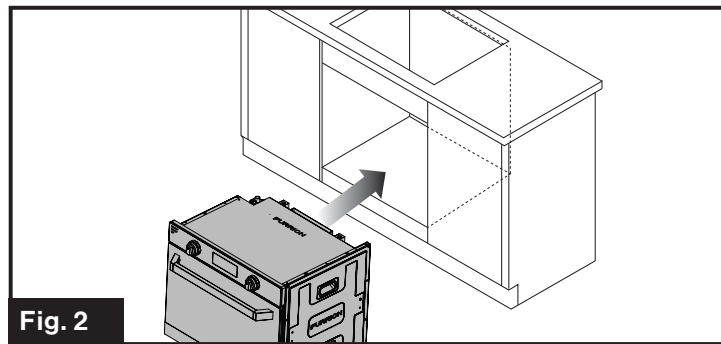

Fig. 2
1. Retirez le four de son emballage et glissez-le dans l'ouverture de l'armoire. (Fig. 2)